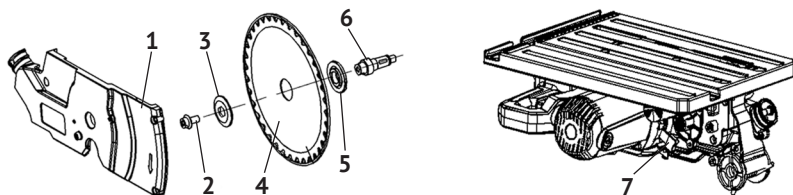

рис.2
3.4 Замена пильного диска (см. рис.2)
- нажать рычаг блокировки шпинделя (рис.2 поз.7);
- шестигранным ключом (из комплекта поставки) открутить поворотом по часовой стрелке (резьба левая) болт крепления диска (рис.2 поз.2);
- снять со шпинделя (рис.2 поз.6) зажимной фланец (рис.2 поз.3) и (при замене) использованный диск (рис.2 поз.4);
- очистить опорный (рис.2 поз.5) и зажимной фланцы, внутренние части защитных кожухов;